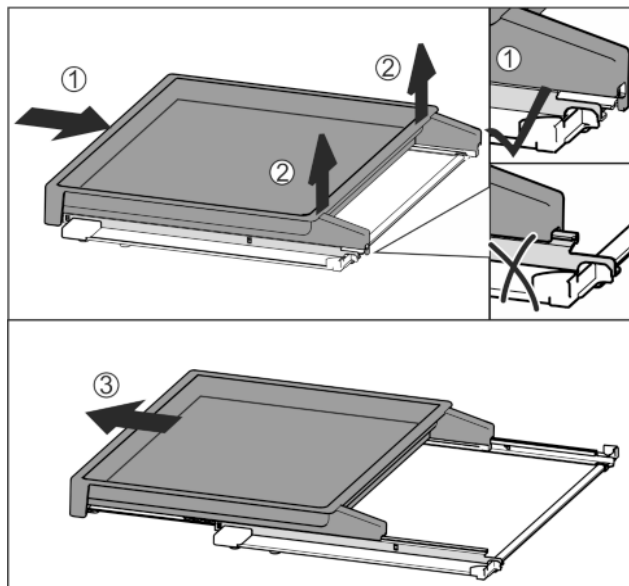

Fig. 37
- ▶ Vysouvací přihrádku zcela zasuňte Fig. 37 (1).
- ▶ Uvolněte západku na zadní straně Fig. 37 (2).
- ▶ Vysouvací přihrádku vyjměte směrem dopředu Fig. 37 (3).